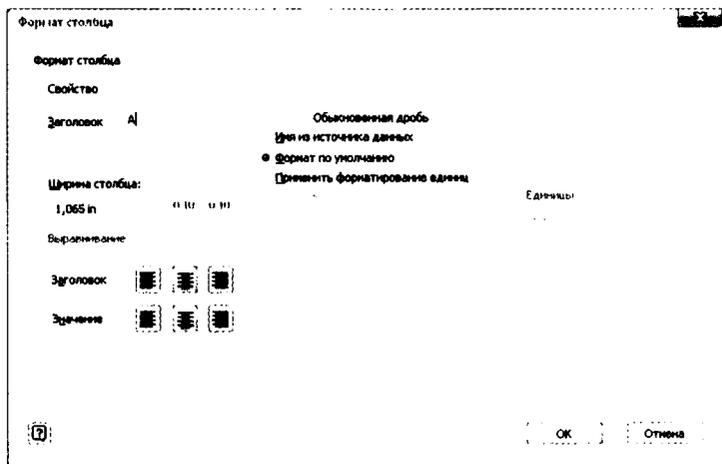

Рис. 15.20. Изменение заголовка столбца
9. В диалоговом окне уберите галочку **Имя из источника данных** и затем введите **Заголовок А**, как показано на рис. 15.20.